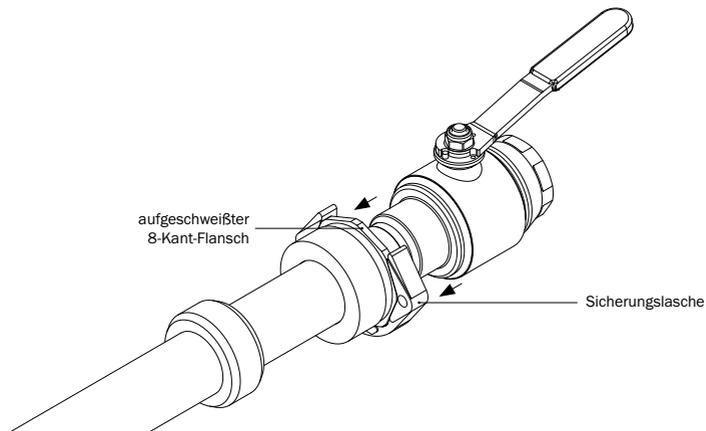

Abbildung 5.6: Sicherungsglasche
- Anschließend die Sicherungsglasche mit den Schraublöchern nach oben über den aufgeschweißten 8-Kant-Flansch an der Gashauseinführung Voigt DN 32 stecken und so ausrichten, dass sich die Schraublöcher an der Sicherungsglasche und die Kernlöcher am Estrichaufsatz decken (s. Abbildung 5.6).